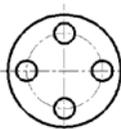

图 9.3.5 在“轮廓线层”中绘制图形
(3) 选择下拉菜单    命令, 绘制中心圆, 中心圆的直径值为 29.6, 如图 9.3.5 所示。
(1) 切换图层。在“图层”工具栏中，选择“轮廓线层”图层。
(2) 选择下拉菜单 **绘图(D)** → **圆(C)** → **圆心、半径(R)** 命令，分别绘制图 9.3.5 所示的五个圆，直径值分别为 8 和 44.1。
(3) 单击屏幕底部状态栏中的“线宽”按钮 **+**，使其高亮显示，可看到上步中绘制的圆显示为粗线。